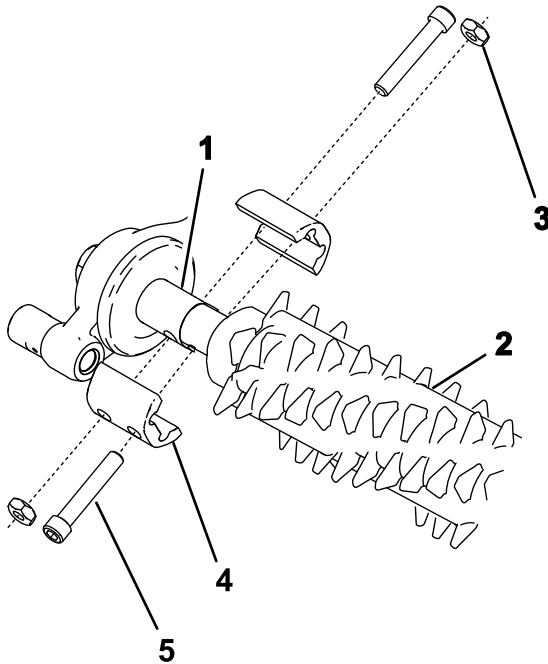

图23
2. 将疏草刀与疏草刀驱动箱和总轮总成对齐图23。
3. 如图23所示将疏草刀固定到机器并上紧螺栓。